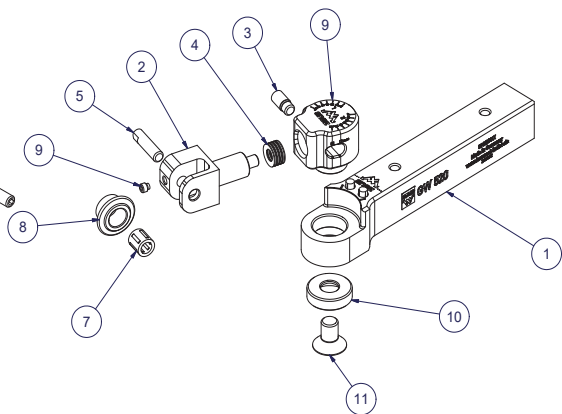
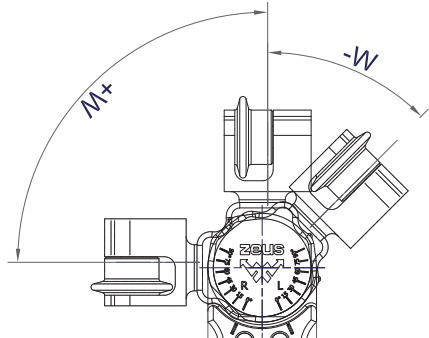

図4: CNC旋盤用モデル GW540-16U の分解図
図8: ツールヘッドの調整 (GW540)
⑥ ツールヘッドの調整 (GW540)
このタイプのツールでは、ツールヘッドを±90°の範囲で旋回させることができます（図8）。これにより、凸形状や凹形状の外径に加え、端面の加工も可能になります。ヘッドを調整するには、まず六角穴付きねじ（図4、⑪）を緩めます。次に、刻印された目盛りを目安にして、ヘッドを任意の方向へ旋回させます。所定の位置に合わせたら、六角穴付きねじを再び締め付けます。